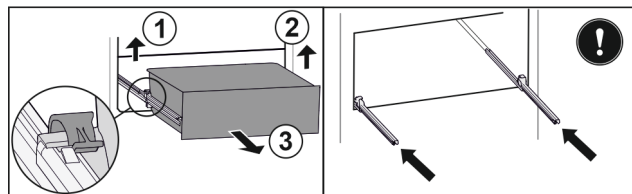

Fig. 206
- Приподнимите левый зажим и одновременно вытяните движением вперед выдвижной ящик слева. Fig. 206 (1)
- Приподнимите правый зажим и одновременно вытяните движением вперед выдвижной ящик справа. Fig. 206 (2)
- Извлеките выдвижной ящик движением вперед. Fig. 206 (3)